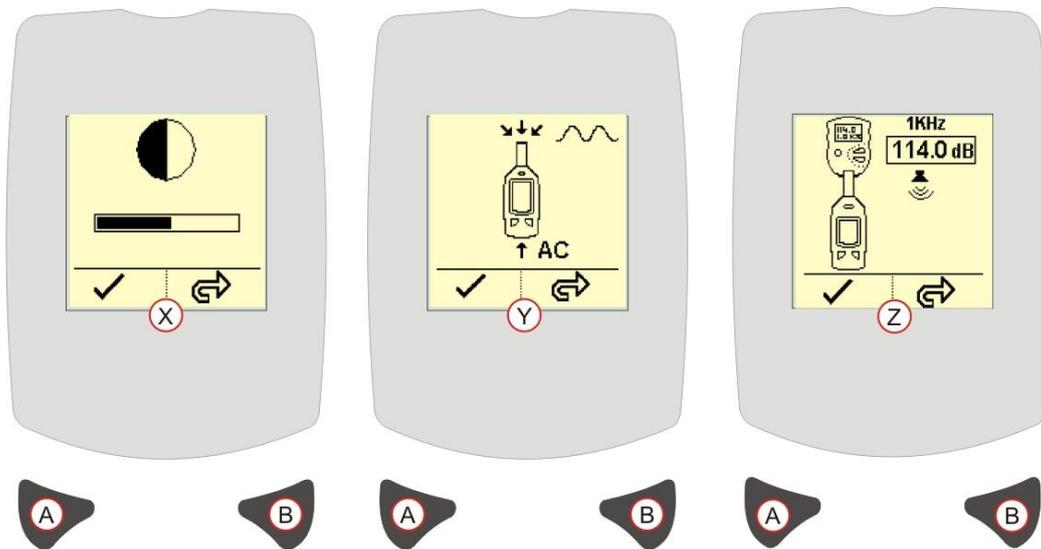

Figura 9 Menú de Configuración
El Menú de Configuración (consultar la Figura 9) se utiliza para cambiar el contraste de la pantalla, el nivel de calibración y el origen de entrada de señal.
CONTRASTE DE LA PANTALLA – [Figura 9 Referencia X]. Pulse la tecla derecha (B) para ajustar el contraste. Cuando obtenga el contraste ideal, pulse la tecla izquierda (A) para aceptar los cambios y pasar a la pantalla de Nivel de Calibración.
ORIGEN DE ENTRADA DE SEÑAL – [Figura 9 Referencia Y].
NIVEL DE CALIBRACIÓN – [Figura 9 Referencia Z]. Esta pantalla se utiliza para ajustar el nivel de entrada nominal del calibrador acústico, p. ej., 114,0dB. Pulse la tecla derecha (B) para ajustar el nivel de calibración. Consulte el certificado de calibración del calibrador acústico para obtener el nivel de salida del calibrador. Pulse la tecla izquierda (A) para aceptar los cambios y pasar a la pantalla de medición principal.